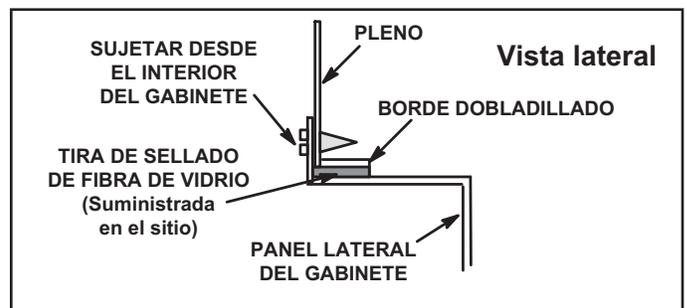

FIGURA 11
- En las instalaciones en un clóset, podría ser imposible instalar los tornillos para lámina de metal desde afuera. En ese caso, haga el pleno con un frente removible e instale los tornillos desde adentro (ver la Figura 11).